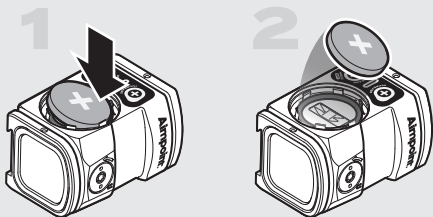

Fig. 2 Retire la batería
- a Desenrosque y retire la tapa de la batería (3) con el lado plano del herramienta Aimpont (8B).
- b Si va a sustituir la batería, extraiga la batería agotada del compartimento de la batería presionando con cuidado sobre un borde como se muestra en la Fig. 2.